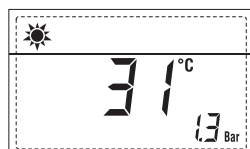

Fig. 25
ACCENSIONE CALDAIA (fig. 25)
SPEGNIMENTO CALDAIA (fig. 25)
In caso di brevi assenze premere il tasto dei comandi (pos. 2). Il display si presenterà come indicato in fig. 25. In questo modo lasciando attiva l'alimentazione elettrica e l'alimentazione del combustibile la caldaia è protetta dai sistemi antigelo e antibloccaggio pompa.